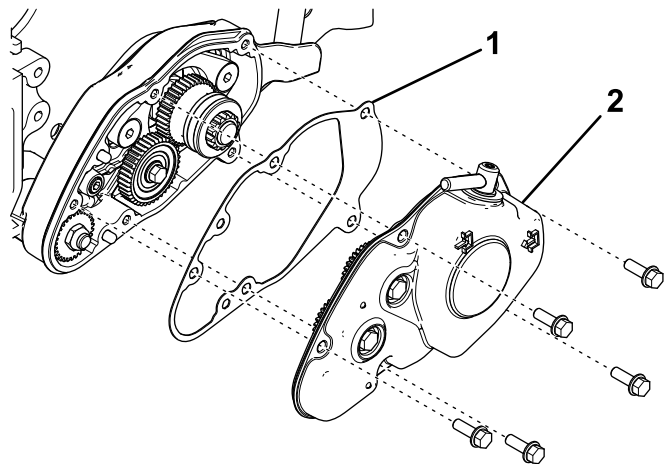

图8
13. 将垫片放到疏草刀壳体上的定位销上图8。
14. 将盖子安装到疏草刀壳体上将离合器总成的致动销插入驱动齿轮的凹槽图8。
15. 用 5 个凸缘头螺栓固定盖子图8。